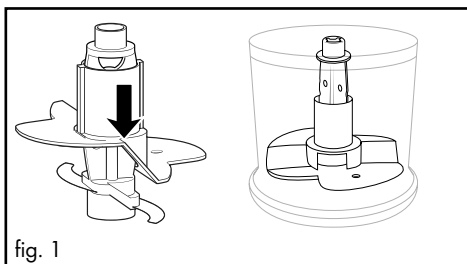

fig. 1
- Pentru 100 ml de frișcă introduceți paletetele **11** pe suportul cuțitului **6**, astfel încât acestea să se sprijine pe ambele cuțite **8** și să se fixeze (fig. 1):